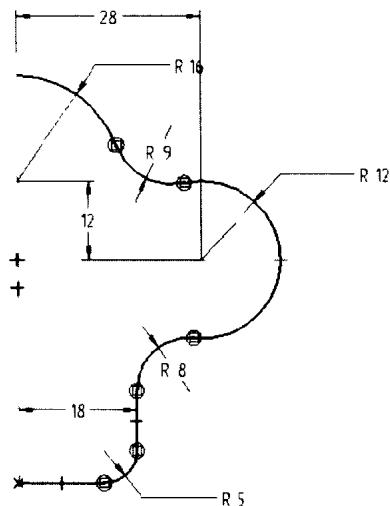

图 1-8
5. 利用智能尺寸标注命令 、几何元素间的尺寸标注命令 作尺寸约束，如图 1-8 所示。